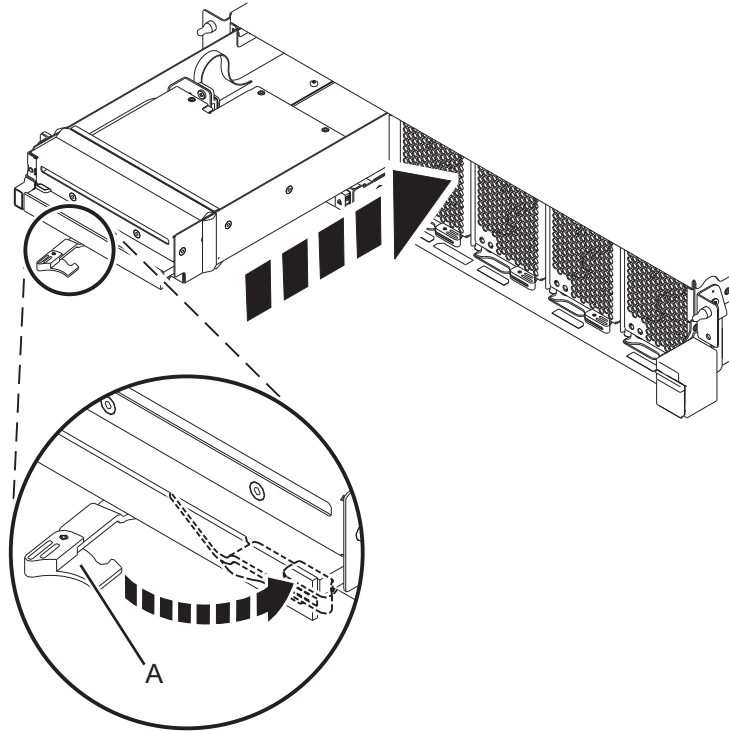

Figura 9. Instal·lació d'un dispositiu de suport d'emmagatzematge extraplà en una unitat de control del sistema 9080-MHE, 9080-MME, 9119-MHE o 9119-MME
- a. Assegureu-vos que la nansa del dispositiu de suport d'emmagatzematge extraplà (**A**) s'hagi girat perquè estigui oberta tal com es mostra a la Figura 9 a la pàgina 16.